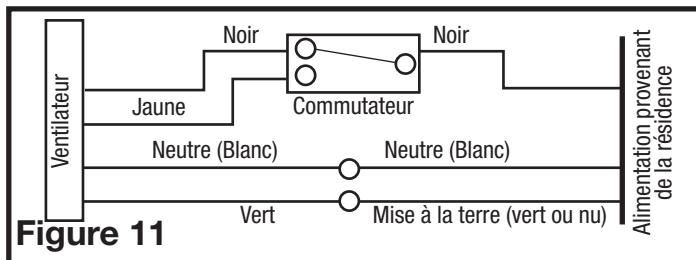

Figure 11
- 4b. Connectez le fil blanc de la maison au fil blanc du ventilateur. Connectez le fil de terre de la maison au fil vert du boîtier du ventilateur (**Figure 11**). Utiliser des méthodes approuvées pour toutes les connexions.